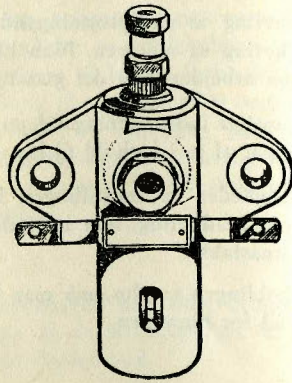

Fig. 11. Type BPF1B../04
- 3) BPF1B ... /04 og BPF1Z ... /04 Forsynet med en lodret flange parallel med reguleringsstangen (fig. 11).